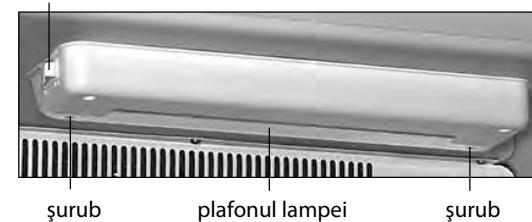

Figura 1
5.1.3 Activarea și dezactivarea iluminării camerei frigiderului, cu excepția XT-1006-XXX, XT-1007-XXX, XT-1008-XXX, se face cu ajutorul intrerupătorului de lumina a camerei de pe lămpă de iluminare, în conformitate cu figura 1 (întrerupătorul poate fi situat pe partea cealaltă a lămpii).